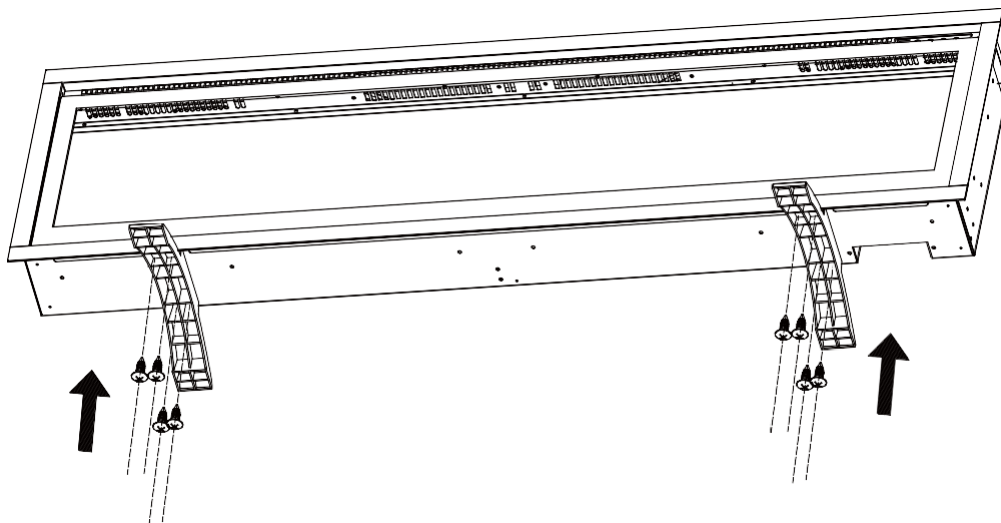

Fig 4-2
C. Fixez les deux pieds (fournis) sur la partie inférieure de la boîte à feu à l'aide des vis retirées précédemment. (Fig 4-2)